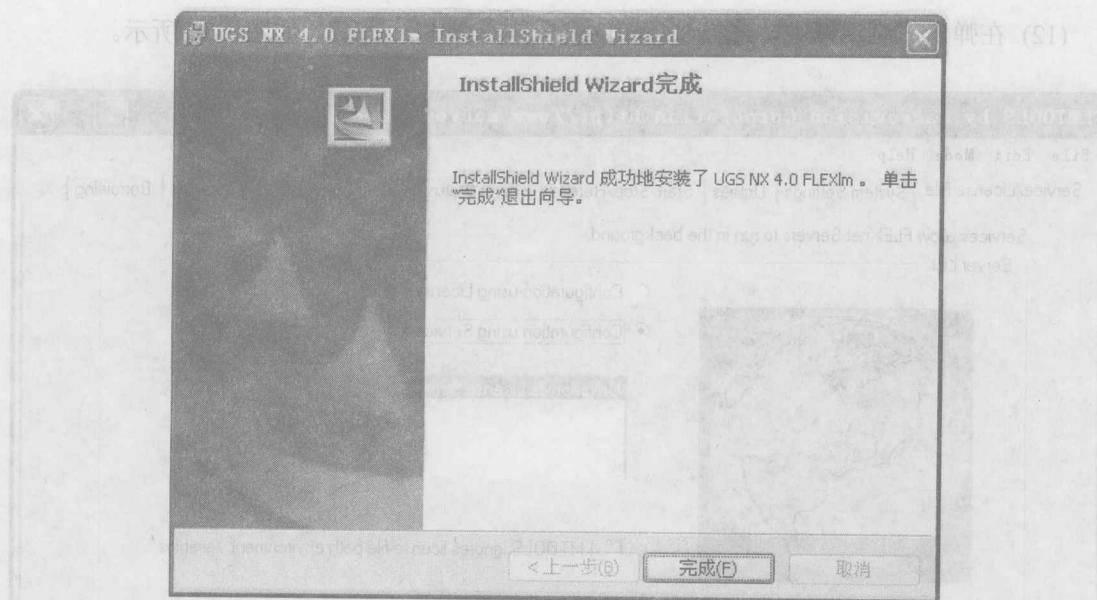

图 1-16 完成安装
(9) 如图 1-16 所示, 单击“完成”按钮。系统将生成如图 1-17 所示的文件结构。